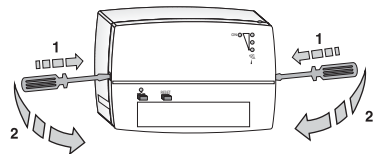

Abb. 3.i
- Führen Sie zuerst auf der einen, dann auf der anderen Seite einen Schraubendreher in die dafür vorgesehenen Schlitz an den Seiten des Gerätes ein, üben Sie einen leichten Druck auf den Schließhaken aus und heben Sie dann mit Hilfe einer kleinen Drehung des Schraubendrehers nach vorn (wie in Abbildung 3.i) das Frontteil ab.